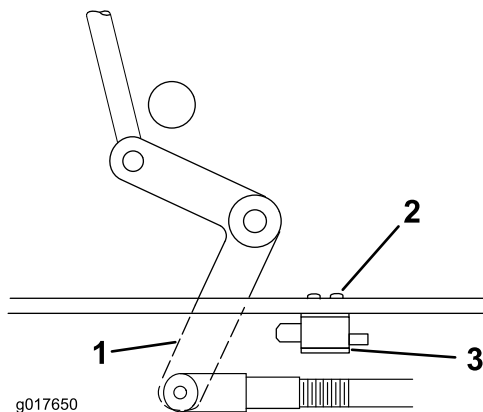

Figura 52
4. Si es necesario, ajuste el interruptor de seguridad de la cuchilla aflojando los pernos que sujetan el soporte del interruptor (Figura 52).
5. Mueva el soporte de montaje hasta que la palanca acodada oprima el émbolo 6 mm (1/4 pulgada); consulte Figura 52.